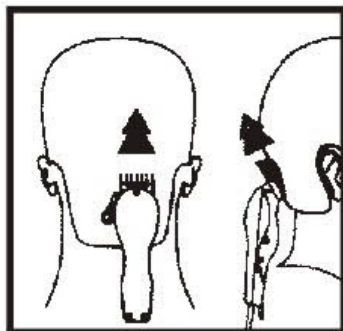

Рисунок 1
2. Держите машинку краями лезвий вверх и начинайте состригать заднюю часть шеи, начиная от центра головы (см. рисунок 1).